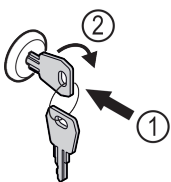

Fig. 105
- ▶ Вставьте ключ Fig. 105 (1).
- ▶ Поверните ключ на 90° по часовой стрелке Fig. 105 (2).